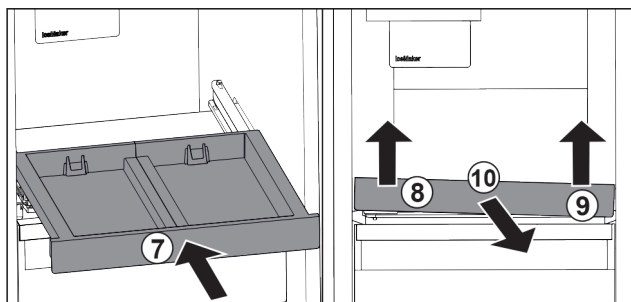

Fig. 125
- ▶ Вкарайте изтеглящата се дъска. Fig. 125 (7)
- ▶ Повдигнете изтеглящата се дъска отпред отляво. *Fig. 125 (8)*
- ▶ Повдигнете изтеглящата се дъска отпред отдясно. *Fig. 125 (9)*
- ▶ Извадете изтеглящата се дъска напред. *Fig. 125 (10)*